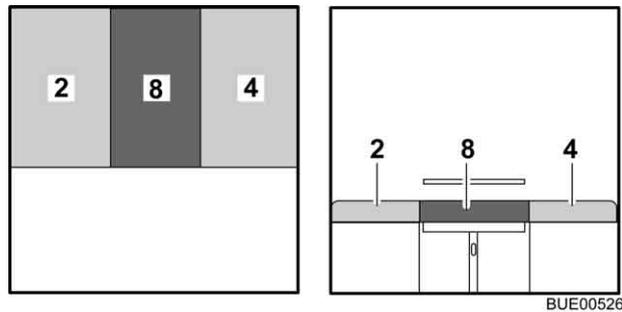

Bild 66 Nach dem Umbau
- Das Zusatzpolster (Bild 66,8) zwischen die Sitzpolster (Bild 66,2 und 4) legen.